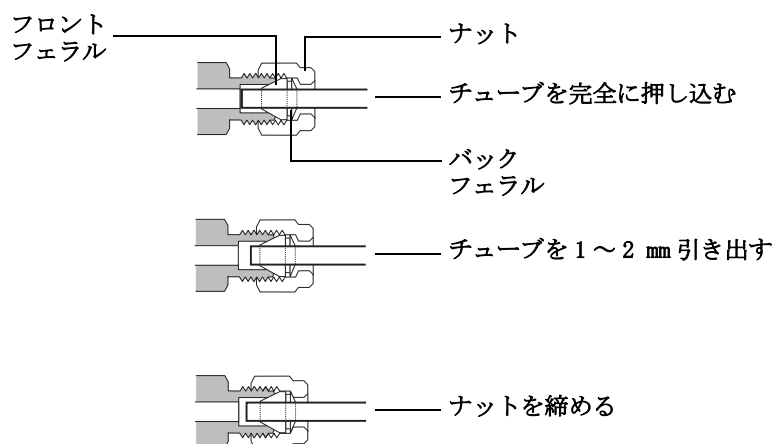

図 9 チューブを挿入する
- 5 チューブを完全にプラグに押し込んでから、約1～2 mm引き出します (図 9)。